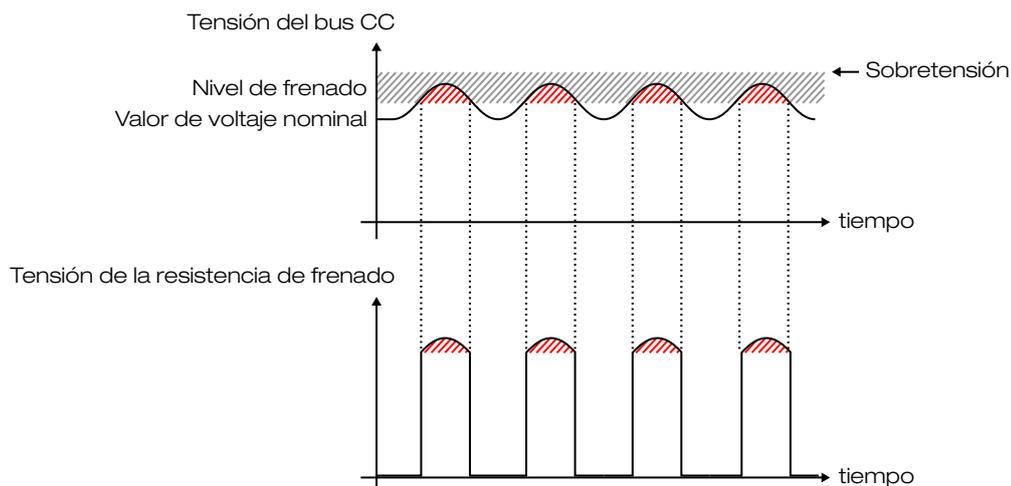

Figura 5.18: Curva de actuación del frenado reostático
- Consulte la Tabla 5.16 en la página 5-28 y la Figura 5.18 en la página 5-29.